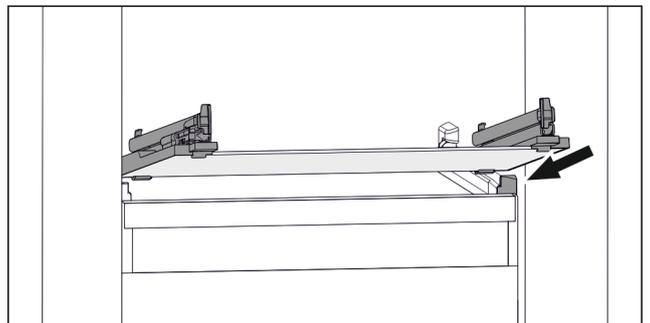

Fig. 88 Exemple de représentation de la tablette en verre
- ▶ Placer la tablette en verre, en l'inclinant, derrière les butées. (voir Fig. 88)